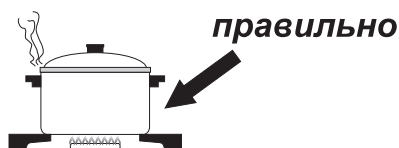

рис. 7
**! Размеры посуды и режим работы горелок нужно выбирать таким образом, чтобы пламя не выходило за края и не «лизало» боковые стенки (рис. 7). Пользуйтесь посудой с крышками — это значительно сократит время приготовления.**